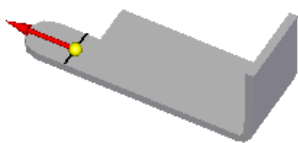

图 4.2.5 定义移动方向
(3) 单击“主页”操控板中的“关闭草图”按钮 .
Step4. 定义二次折弯属性和折弯参数。在命令条中单击“侧步骤”按钮，并将方向调整至图 4.2.5 所示的位置后，单击鼠标左键，此时“二次折弯”命令条（二），如图 4.2.6 所示；单击“延伸步骤”按钮，在“折弯半径”文本框中输入值 3.5，在“距离”文本框中输入值 20，然后按 Enter 键，并将延伸方向朝上，如图 4.2.7 所示，再单击鼠标左键；单击“材料内侧”按钮，然后单击“偏置尺寸”按钮；单击按钮，系统弹出“折弯选项”对话框；在对话框中取消选中 ☐ 延伸轮廓(E) 复选框，并选中 ☒ 折弯止裂口(E) 复选框和 ☒ 正方形(S) 单选项；取消选中 ☐ 使用默认值* 复选框，在“宽度(W)”文本框中输入值 2.0，然后单击按钮。